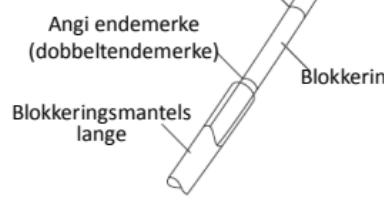

Fig.2
- Når du skyver blokeringsspissen ut av endotrakealslangelommen, må du sørge for å gripe blokkeringshåndtaket nær blokkermantelslangen (området mellom endemerket for innstilling og det første dybdemerket, som vist i Fig. 2). Ellers kan den knekke eller ødelegge blokkeringshåndtaket.